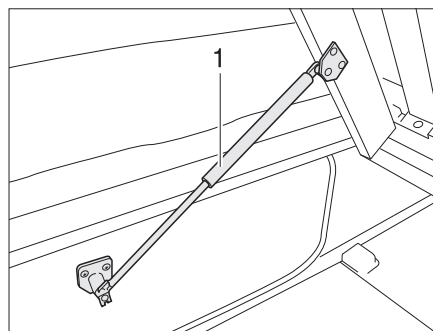

Fig. 116 Cama fija
- Levantar el somier. Los resortes por presión de gas (Fig. 116,1) retienen el somier en la posición abierta.